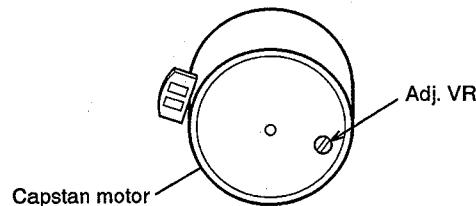

Fig. 3-2
3. Adjust the variable resistor (Fig. 3-2) to get the adjustment value of 3,000Hz to 3,010Hz.
3. 周波数値が 3,000~3,010Hz となるように Fig. 3-2 に示す VR を調整する。(V-6030Sのみ)